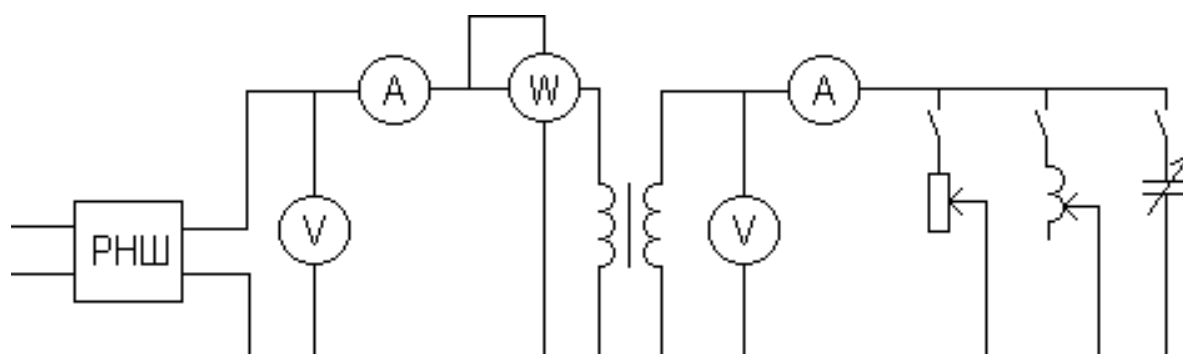

Рис. 1. Електрична схема для дослідження роботи однофазного трансформатора
1. Скласти електричне коло за схемою (рис. 1).